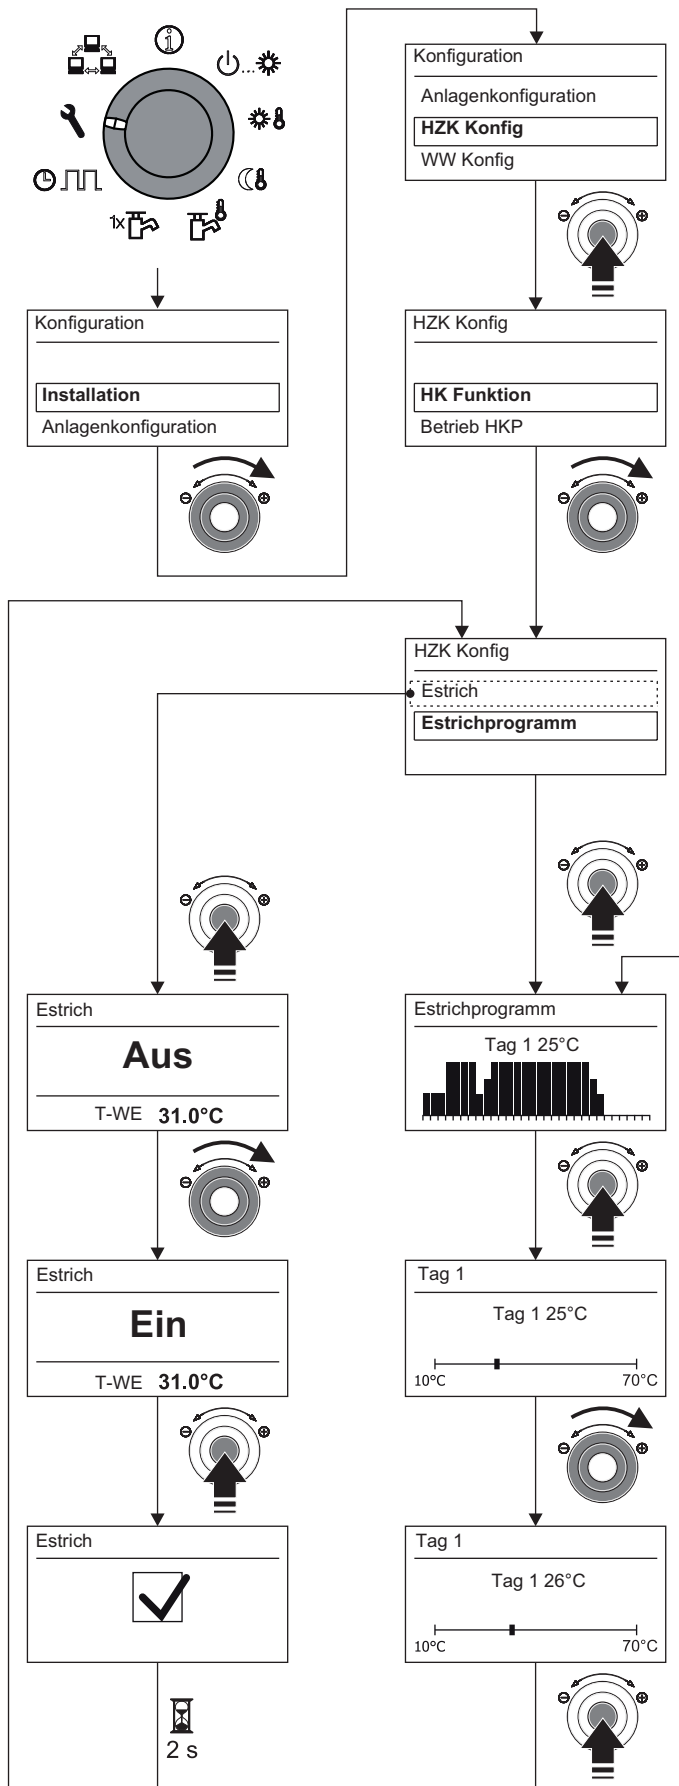

Bild 3-21 Estrichprogramm einstellen
- Die Funktion Estrich in den Anlagenparametern auf "Ein" stellen (siehe auch Bild 3-21).